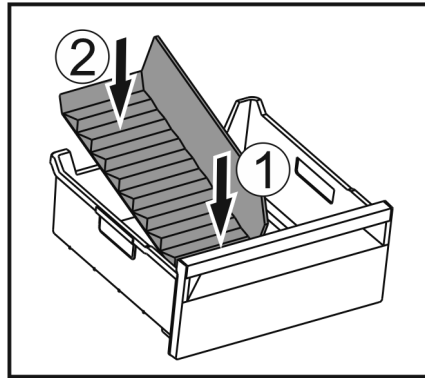

Fig. 146
- ▶ Introduceți partea frontală a separatorului pentru compartimentul de gheață. Fig. 146 (1)
- ▶ Coborâți partea posterioară a separatorului pentru compartimentul de gheață până la baza sertarului. Fig. 146 (2)